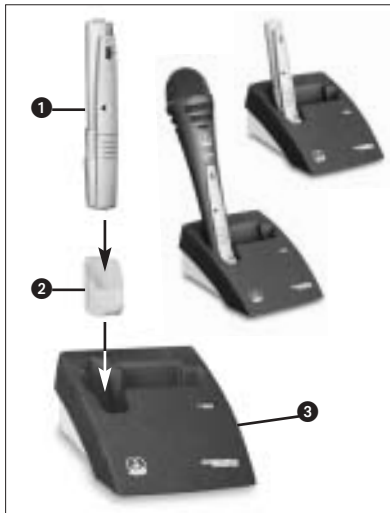

Fig. 3: Come caricare l'accumulatore con l'opzionale stazione di carica CU 40
Vedi fig. 3:
Per caricare l'accumulatore, basta piazzare il modulo di trasmissione (1) con l'adattatore CA 40 (2) nell'opzionale stazione di carica CU 40 (3) come indicato nella fig. 3.